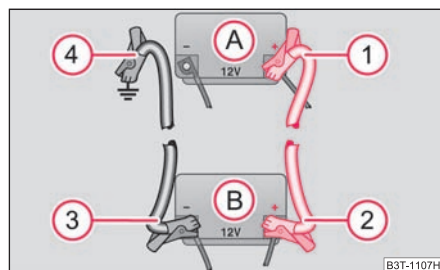

Fig. 222 Ayuda de arranque con la batería de otro vehículo: A - batería descargada del vehículo, B - batería auxiliar
- Conecte un extremo ① al polo positivo ⇒ fig. 222 de la batería descargada (A).
- Conecte el otro extremo ② al polo positivo de la batería auxiliar (B).